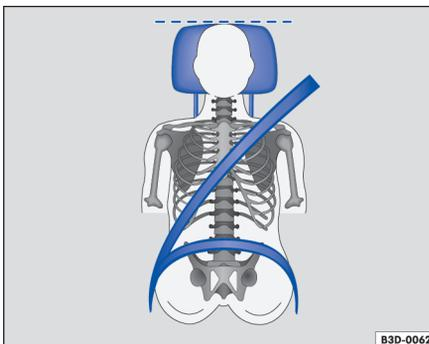

图 36 驾驶员头枕的正确位置
- 调节头枕，使头枕的上沿与您的头顶等高，不可低于眼睛，头部尽可能贴近头枕。⇒ 图 36